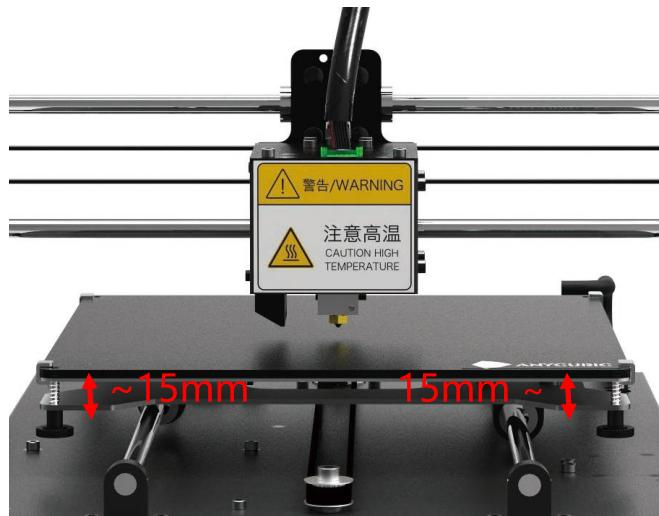

図 12
- (1) メインメニューから Tools→Axis→10 +Z を押します。これでZ 軸は10mmを上昇します。この状態で手でベッドの下の4つのネジを調節してヒートベッドとその下のサポート板との距離を15mm にしてください。 (図12)